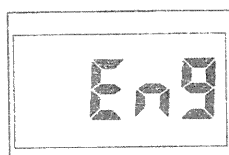

図 4-1
-  キーを押すと、現在の設定が表示されます（図 4-1）。